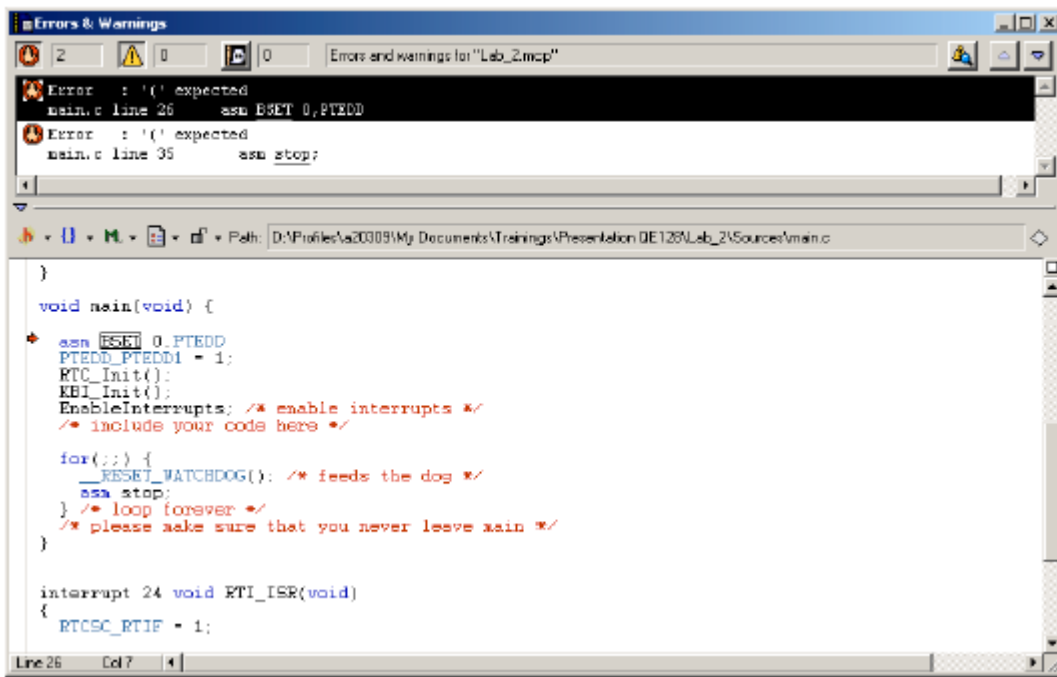

Figura 11.- Errores de Compilación al usar el proyecto con ColdFire V1.
8. El dispositivo ha cambiado y la **Figura 11** muestra los errores de migración.